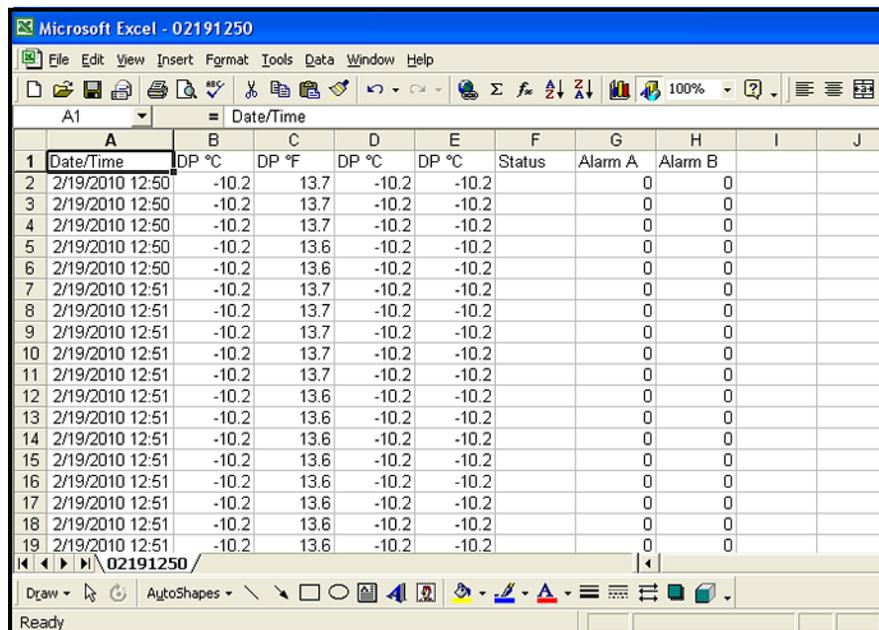

Рисунок 62: Успешный импорт файла регистрации
5. После завершения настройки щелкните **Finish**, и откроется окно, подобное тому, *Рисунок 62* что изображено ниже. Теперь файл регистрации отформатирован должным образом для отображения графической информации или анализа, а результаты могут быть сохранены как стандартный файл электронных таблиц для будущего использования.